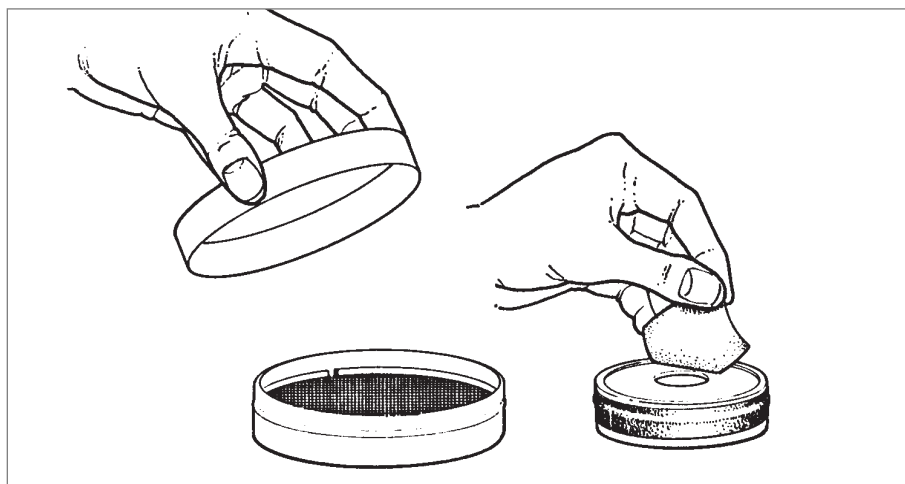

Figure 4 : Deux types de détecteurs à charbon actif
- **Détecteurs à charbon actif** – Il s'agit d'un contenant rempli de charbon et recouvert d'un tamis et d'un filtre (voir la Figure 4). Exposé à l'air dans la maison durant un intervalle de temps qui varie habituellement de deux à sept jours, le détecteur est ensuite scellé, puis expédié à un laboratoire d'analyse.